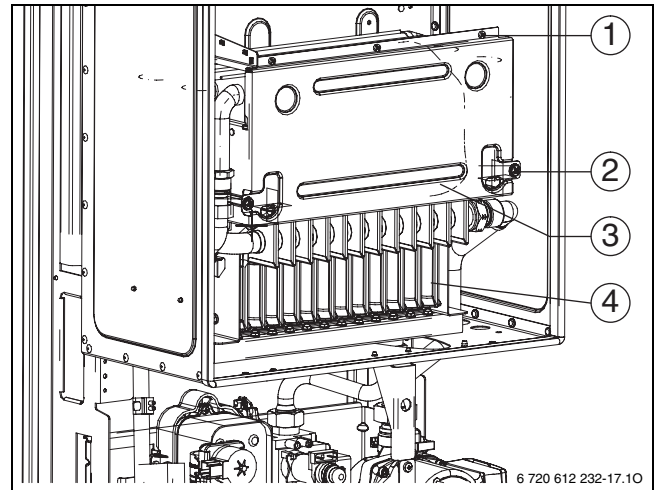

Fig. 82 Aprire il bruciatore
- Rimuovere la parete anteriore della camera di combustione e il bruciatore (→ fig 82).